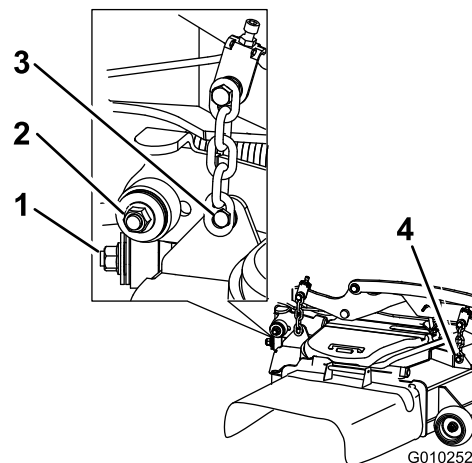

Figure 102
7. Enlevez et mettez de côté les fixations des deux côtés du tablier, comme montré à la Figure 102.